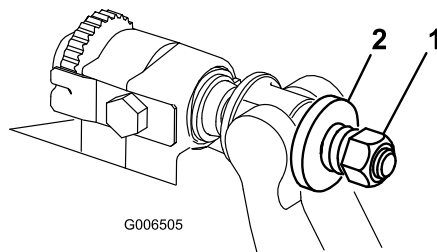

Figure 29
3. Serrez l'écrou de tension du ressort jusqu'à ce que les spires soient jointives, puis desserrez-le de 1/2 tour (Figure 29).